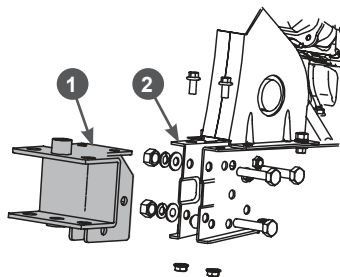

Рис. 6. Установка заднего кронштейна рамы
2. Установите задний кронштейн рамы. Для этого вставьте кронштейн 1 между половинами рамы 2, совместите отверстия, вставьте болты, установите шайбы и закрутите гайки (Рис. 6).